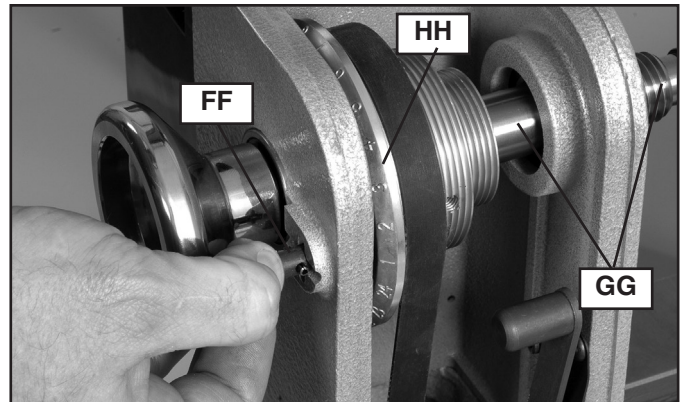
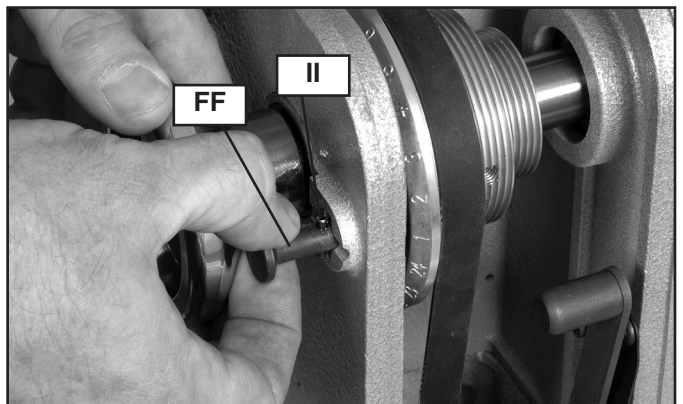

Fig. 21
Fig. 21a
El torno incluye una clavija indicadora (FF) Fig. 21. La clavija permite trabar el eje (GG) en 24 posiciones (tal como está marcado en la rueda indicadora (HH)) para usarlo en diferentes aplicaciones. Para usarla:
1. Gire la rueda indicadora (HH) de modo que el eje (GG) esté en la posición deseada.
2. Retire un poco la clavija indicadora (FF) de la ranura de retención.
3. Gire la clavija indicadora 90 grados de modo que el pasador (II) se alinee con la cavidad, tal como se muestra en la Fig. 21a.
4. Libere la clavija indicadora (FF) de modo que se encaje en la rueda indicadora numerada (HH) Fig. 21 y trabe el eje (GG) en su lugar.